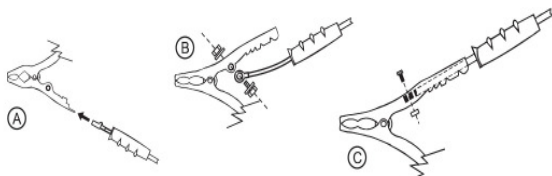

Abb. 6: Anschluss der Kabel
Schritt 2: Die rote und die schwarze Klemme an die Enden der entsprechenden Kabel anschließen (Abb.6)